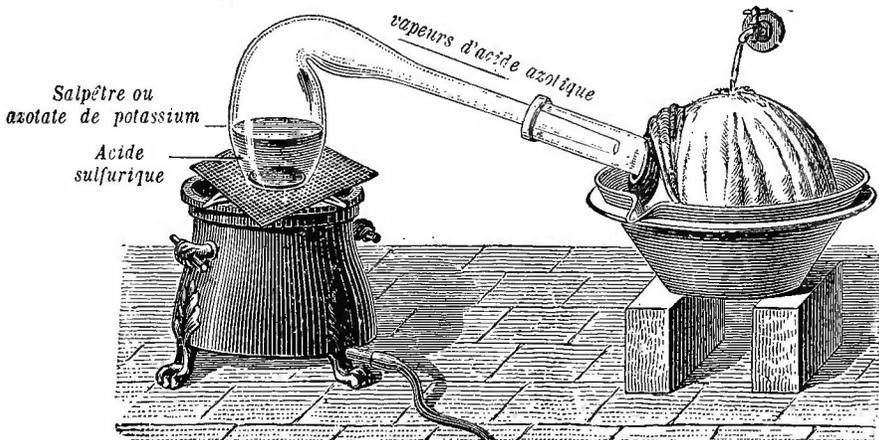

FIG. 56. — PRÉPARATION DE L'ACIDE AZOTIQUE en faisant agir de l'acide sulfurique sur du salpêtre ou azotate de potassium.
39. Préparation. — *Dans les laboratoires on prépare l'acide azotique en décomposant le salpêtre ou azotate de potassium par de l'acide sulfurique (fig. 56).*